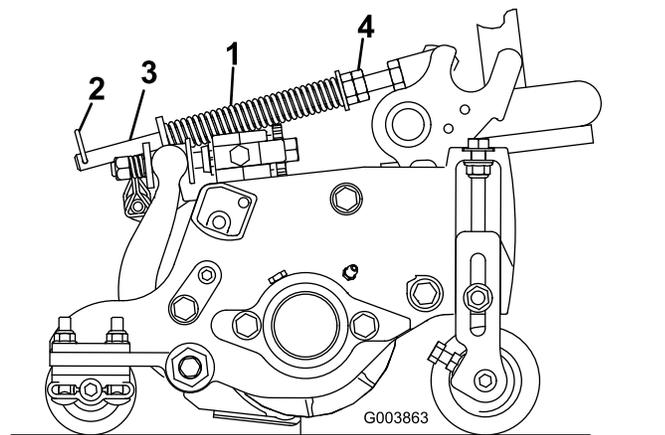

Bild 15
2. Ziehen Sie die Sechskantmuttern vorne an der Federstange an, bis die zusammengedrückte Länge der Feder an 12,7-cm-Schneideinheiten 12,7 cm oder an 17,8-cm-Schneideinheiten 15,9 cm beträgt (Bild 15).
Die Rasenkompensierungsfeder verlagert das Gewicht von der Front- zur Heckrolle (Bild 15). Dies reduziert ein Bobbing genanntes Wellenmuster auf der Grünfläche.
1. Stellen Sie sicher, dass der Splint in das hintere Loch in der Federstange eingesetzt ist (Bild 15).